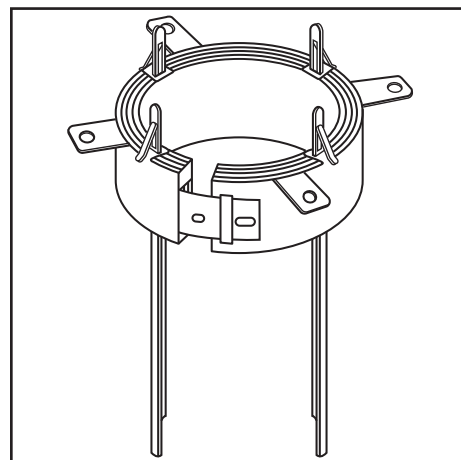

Figura 1: arme el PPD y el sujetador ultrarrápido.
- Arme el PPD y la correa de sujeción ultrarrápida (Figura 1).